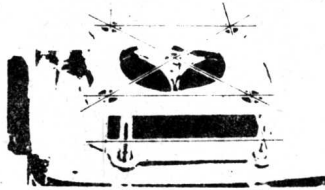

图 1-29
7. 检查气缸盖下平面的变形。可用直尺和塞尺进行检查,按图 1-29 所示的几个方向进行测量,使用极限为 0.05 毫米。超过极限需进行研磨。